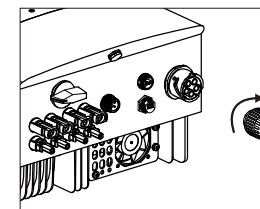

Figura 5.24: Collegamento all'inverter del connettore CA
C) Collegare il connettore CA con l'inverter, quindi avvitare il connettore CA in senso orario (come illustrato in figura 5.24): un lieve clic indica che la connessione è stata completata correttamente.